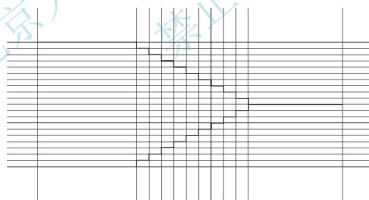

图 4.104 描出平台板和楼梯段
(1) 将**【楼梯】**图层设置为当前层，用**【直线】**命令描出平台板和楼梯段，结果如图 4.104 所示。